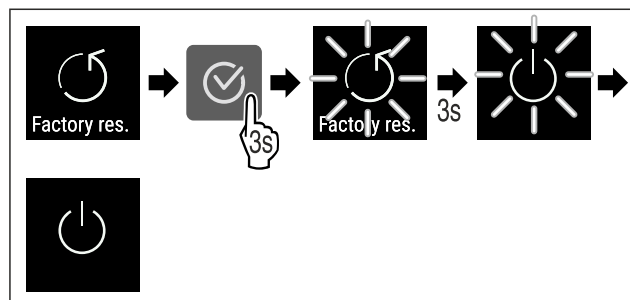

Fig. 101
- ▶ Proved'te akční kroky (viz Fig. 101) .